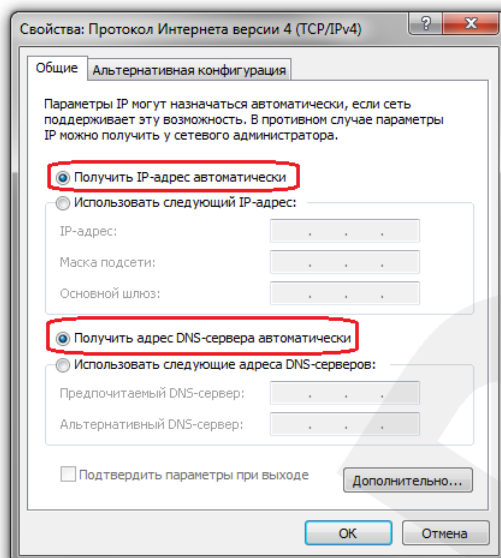

Рис. 6.6
1. Получить IP-адрес автоматически: IP-адрес назначается автоматически DHCP-сервером (Рис. 6.6). Если IP-адрес Вашему ПК выдается автоматически, тогда для определения параметров локальной сети перейдите к пункту 6.1.1 данного Руководства.